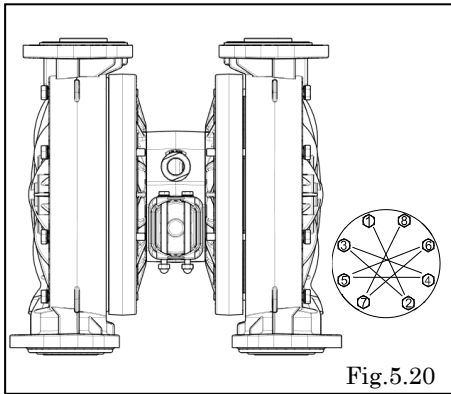

Fig.5.20
- ・前述の「アウトチャンバー取付ボルト締め付トルク」の表を参照し、締め付ける。[Fig.5.20]